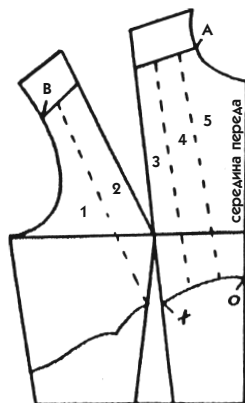

Рис. 552
- Распределите сборки на кокетке под грудью до второй линии вытачки (рис. 552).
3. Разложите лекало на плоскости. Разделите на полосы от одной кокетки до другой всю поверхность для сборок, то есть участки без вытачек. Пронумеруйте полосы (рис. 552).
Рассматривайте в этом случае линию груди как перпендикуляр к сборкам (рис. 552).